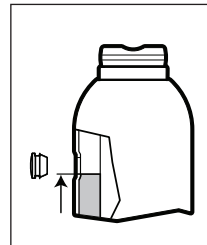
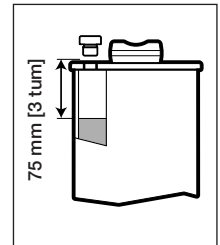

Fig. 6 - Oljenivå, Alla modeller utom GBJ-100
Fig. 7 - Oljenivå, Endast modell GBJ-100
- Alla modeller utom GBJ-100: Fyll tills oljenivån är ungefär jämn med nedre kanten av oljepåfyllningshålet. Se fig. 6.
- Endast modell GBJ-100: Fyll tills oljenivån är ungefär 75 mm [3 tum] under oljepåfyllningshålet. Se fig. 7.
Med kolven helt tillbakadragen och domkraften i upprätt läge ska oljenivån inte vara högre än vad som visas i Fig. 6 eller Fig. 7 (beroende på domkraftmodellen).